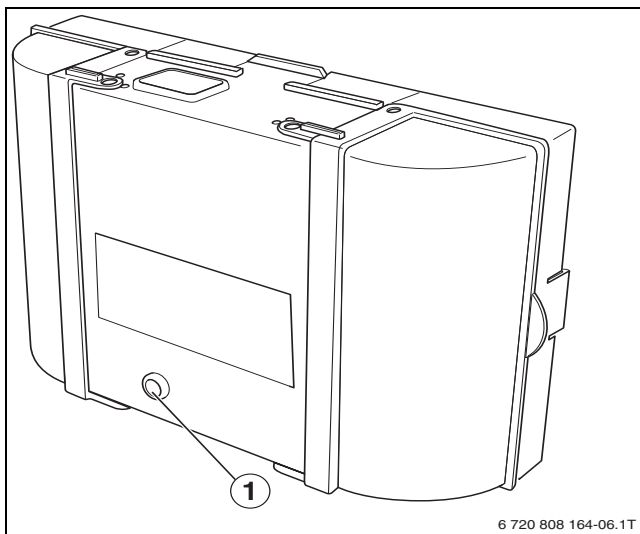

Bild 9 Störungen am Feuerungsautomaten zurücksetzen
- ▶ Reset-Taste am Feuerungsautomaten drücken (→Bild 9). Die Störung wird nicht mehr im Display angezeigt.